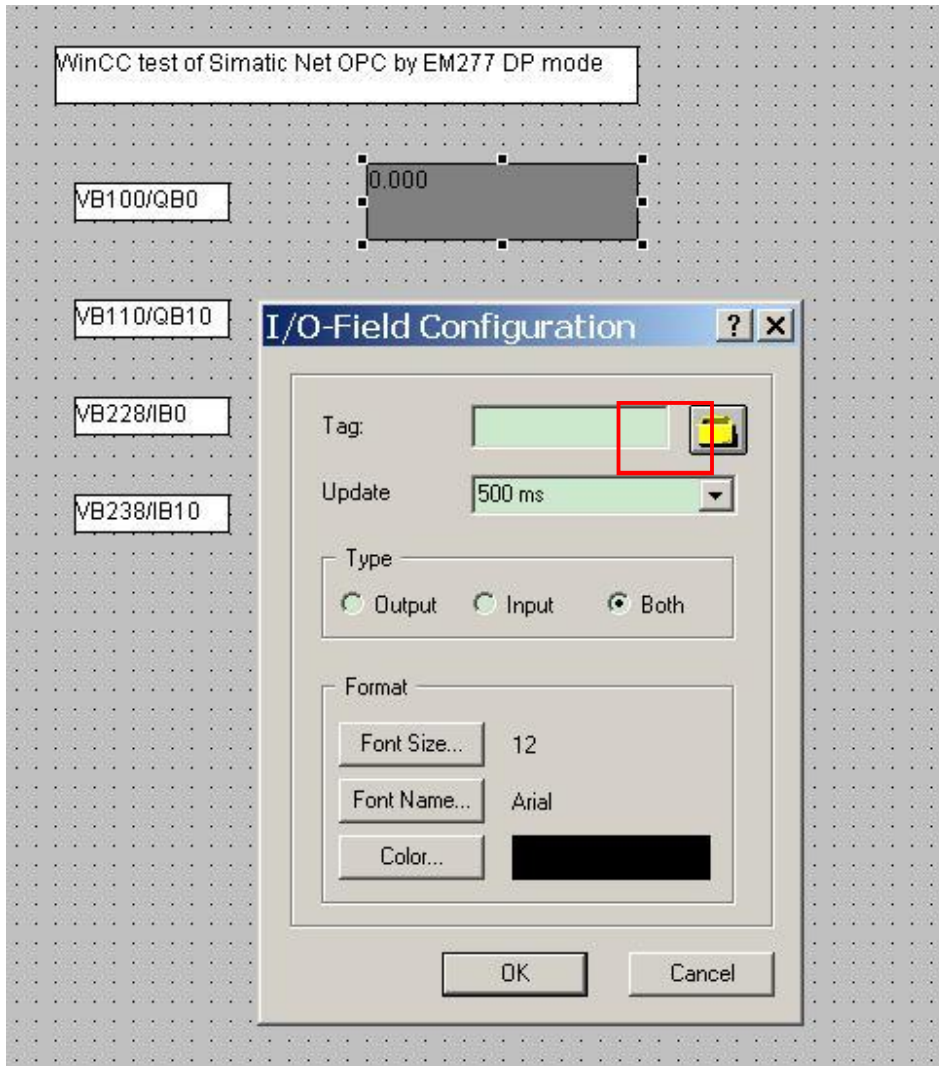

图 48 在画面中新建 I/O 域
12. 新建 WinCC 画面，添加 I/O 域，将变量与之相连接，如图 48 所示。